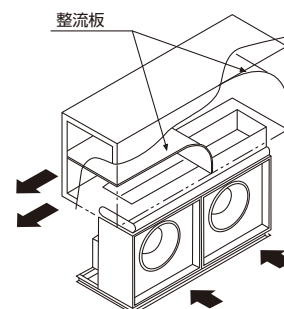

図5-2 ファン2連のプレナムチャンバ施工例
- ・吐出ダクト・プレナムチャンバは空気の流れが偏らないようにダクト取り出し施工をお願いします。ファン2連の場合、プレナムチャンバのダクト取り出しが偏芯していると、偏流が生じやすいため必要により整流板などをご施工願います。（図5-2 参照）